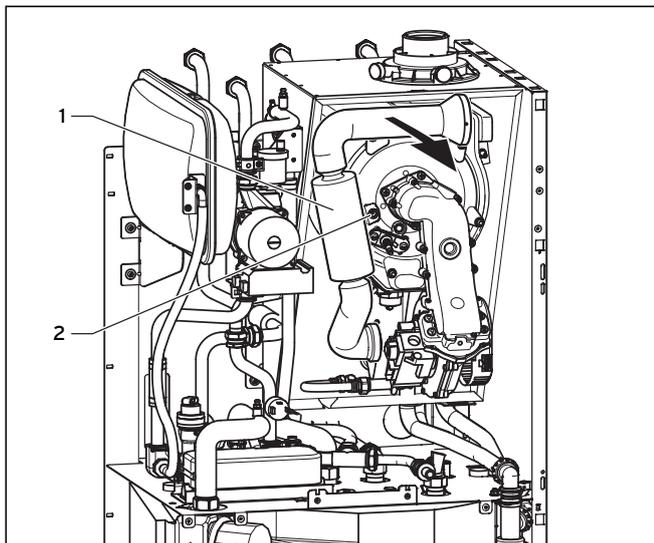

Abb. 6.4 Ansaugrohrverlängerung abklappen (abgebildet VSC 126-C 140/196-C 150)
- Klappen Sie die Ansaugrohrverlängerung (2, Abb. 6.4) wieder nach oben.
- Befestigen Sie die Ansaugrohrverlängerung (2, Abb. 6.4).